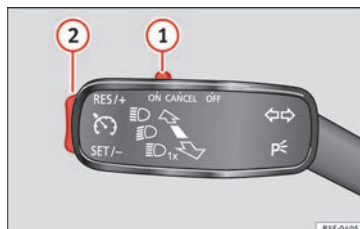

Fig. 32 Ver localização na Fig. 3
- Ligar o GRA: desloque o interruptor »» Fig. 32 ① até **ON**. O sistema está ligado. O sistema não regula por não ter qualquer velocidade programada.
- Ativar o GRA: pressione o botão »» Fig. 32 ② na zona **SET/-**. A velocidade atual é memorizada e regulada.
- Desligar o GRA temporariamente: desloque o interruptor »» Fig. 32 ① até **CANCEL** ou pise o travão. A regulação é desativada temporariamente.
- Ligar novamente o GRA: pressione o botão »» Fig. 32 ② em **RES/+**. A velocidade memorizada é guardada e regulada novamente.
- Aumentar velocidade programada durante regulação de GRA: pressione o botão ② em **RES/+**. O veículo acelera até à nova velocidade guardada.
- Reduzir velocidade programada durante a regulação de GRA: pressione o botão ② em **SET/-** para reduzir 1 km/h (1 mph). A velocidade reduz-se até atingir a nova velocidade memorizada.
- Desligar o GRA: desloque o interruptor »» Fig. 32 ① para **OFF**. Desliga-se o sistema e a velocidade memorizada apaga-se.